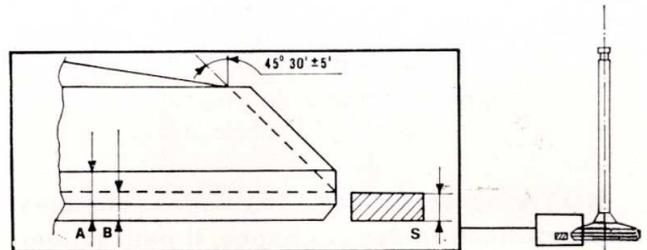

Fig. 22 - Epaisseur mini du bord de la tête de la soupape, après la rectification
- Après avoir terminé la rectification, contrôler, à l'aide d'une cale, comme indiqué à la fig. 22, que l'épaisseur du bord de la tête de la soupape ne soit pas inférieure à 0,5 mm.